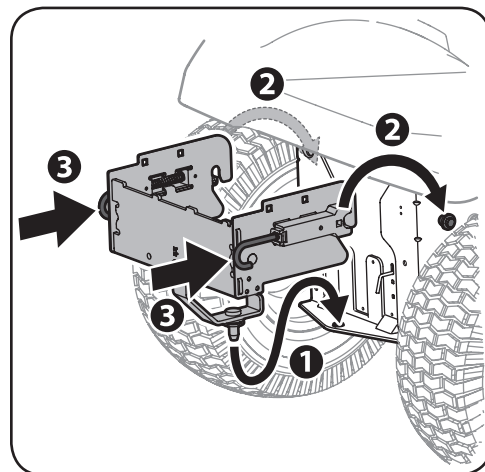

Figure 4-5
7. Insérez la goupille qui se trouve au bas du support d'attelage à un angle dans la plaque d'attelage sur le châssis de la tondeuse. Voir Figure 4-5 (1).
8. Accrochez le support d'attelage sur les boulons à épaulement qui se trouvent sur les côtés du châssis de la tondeuse. Voir Figure 4-5 (2).
9. Relâchez les goupilles en J du support d'attelage. Voir Figure 4-5 (3).